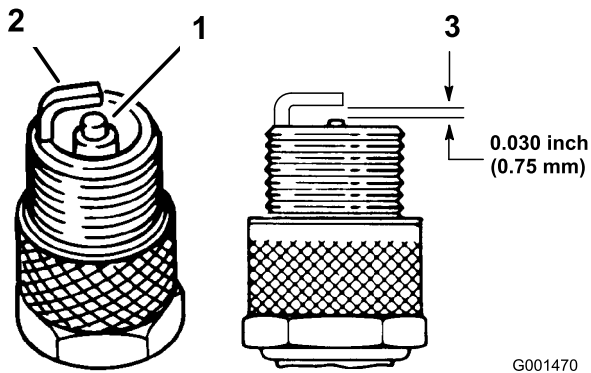

Figure 25
3. Contrôlez l'écartement entre l'électrode centrale et l'électrode latérale (Figure 25). Courbez l'électrode latérale (Figure 25) si l'écartement est incorrect.
3. Connectez les bougies (Figure 25).
1. Examinez le centre des bougies (Figure 25). Si le bec de l'isolateur est recouvert d'un léger dépôt gris ou brun, le moteur fonctionne correctement. S'il est couvert d'un dépôt noir, c'est généralement signe que le filtre à air est encrassé.